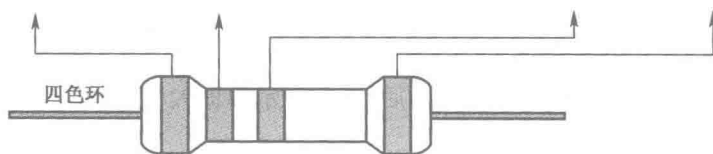

图 1-4 色标法标注电阻器的示意图
(3)色标法。电阻器的阻值除了直标法外,还常用色环来标示(这种电阻器常被称为色环电阻器)。色标法标注电阻器的示意图如图 1-4 所示。